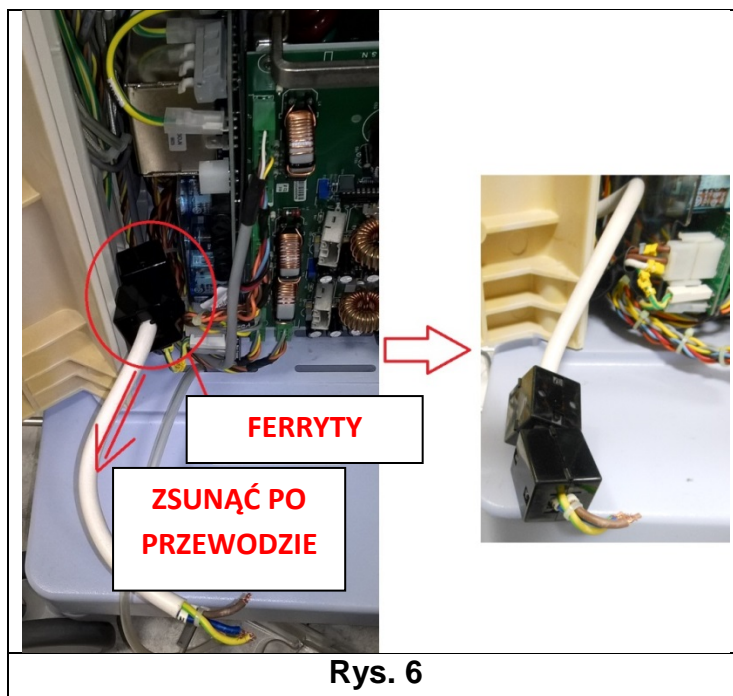

Rys. 4
6. Odłączyć przewód zasilający, dociskając dźwignie zwalniające zaciski (rys. 4 i rys. 5).